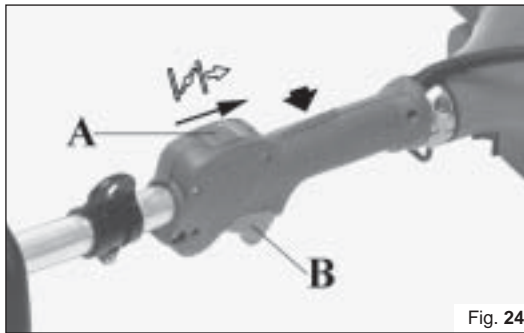

Fig. 24
S - Оттяните рычаг акселератора (B) и положите половины ускорения переключением выключателя (A, Рис. 24) в положение  ; отпустите рычаг (B).